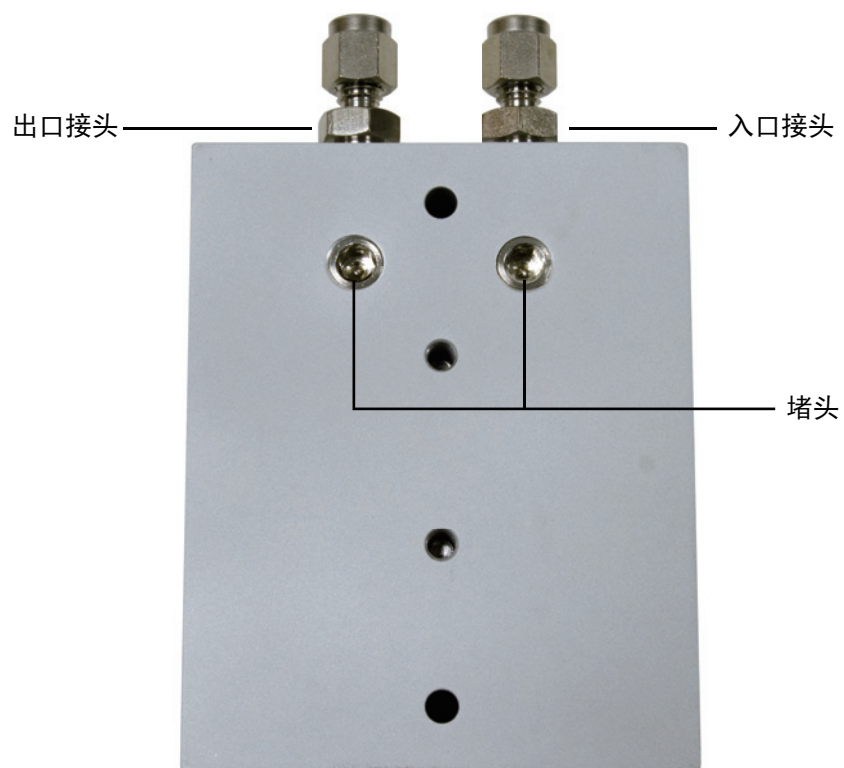

图 6. 连接单元上的堵头和入口/出口接头
- a 使用 5 毫米六角扳手，拆下连接单元底部的两个堵头（图 6）。
- b 使用 1/2 英寸扳手，拆下连接单元末端的入口和出口接头（图 6）。